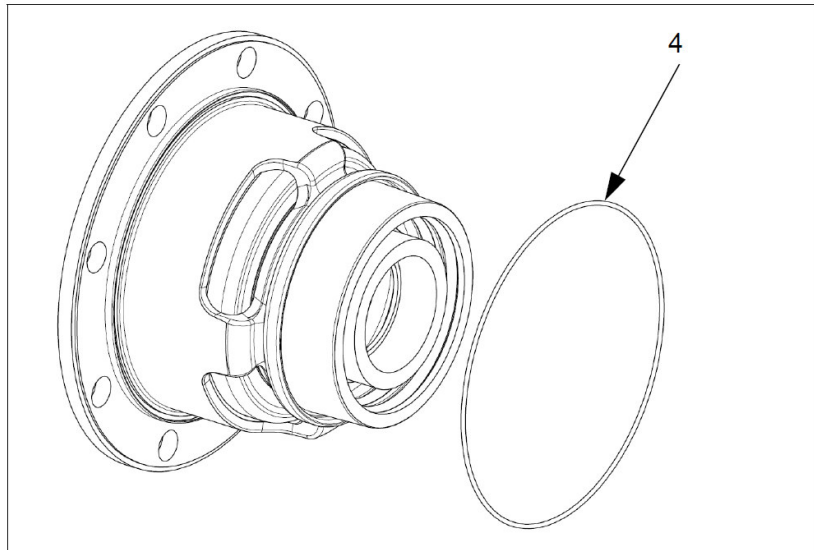

Рис. 15:
5. Установите клапан на выпускной патрубок; убедитесь, что уплотнительное кольцо (4, рис. 15) не защемлено.